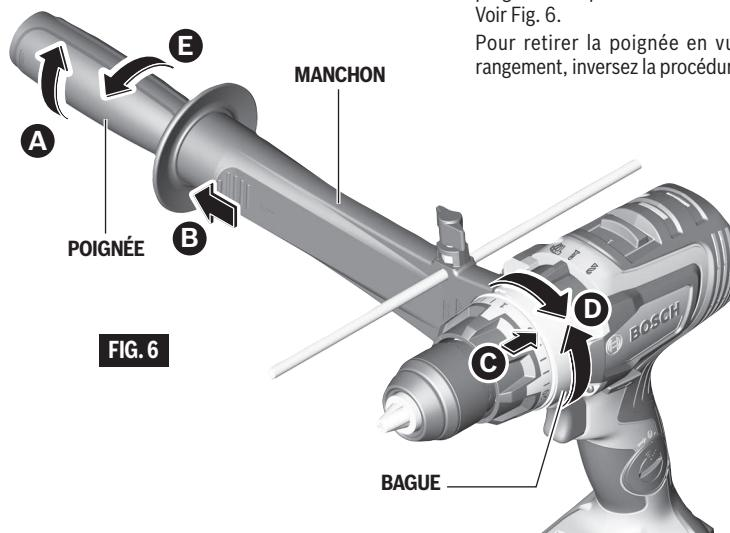

FIG. 6
Pour monter la poignée auxiliaire sur l'outil, desserrez la poignée (A). Tirez sur le manchon (B) et faites glisser la bague sur l'outil tel qu'indiqué (C). Faites pivoter la poignée dans la position désirée (D). Assujettissez la poignée à sa place en la serrant à son extrémité (E). Voir Fig. 6.